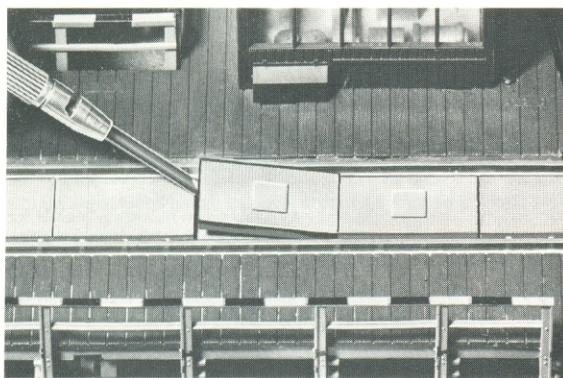

Fig. 11
**Oiling the motor:** To oil the drive motor both lattice cover plates must be removed from the machine house with a screwdriver (Fig. 11). Just one drop of oil should be put through the holes to lubricate the points as shown. Only use **FLEISCHMANN**-oil 6599. An applicator needle is located in the cap of the oil bottle for your use (Fig. 12).
**Graissage du moteur:** Pour huiler les coussinets du moteur, il faut soulever au moyen d'un petit tournevis les deux plaques striées se trouvant devant la cabine (fig. 11). On peut alors laisser couler une petite goutte d'huile aux endroits indiqués. N'utilisez que l'huile recommandée **FLEISCHMANN 6599**. L'aiguille montée dans le bouchon du petit flacon convient parfaitement à cet usage (fig. 12).
**Het oliën van de motor:** Om de lagers van de aandrijfmotor te kunnen oliën, moeten de beide roosters van het machinehuis met een kleine schroevendraaier weggenomen worden (fig. 11). Door de gekenmerkte gaten moet één druppel olie op de gemerkte lagers worden toegevoegd. Alleen **FLEISCHMANN**-olie **6599** gebruiken. Voor een juiste dosering het spuitje gebruiken dat wordt bijgeleverd in het olieflesjes (fig. 12).
**Smörjning av motorn:** För att kunna smörja motorns lager, måste de båda gallerplattorna framför maskinhuset lyftas av med en liten skruvmejsel (fig. 11). Genom hålen ges 1 drope olja på de visade lagren. Använd nälen, som är fäst i locket till oljeflasken för dosering (fig. 12).
**Lubrificazione del motore:** Per oliare il motore occorre togliere le due piastrine a griglia della cabina svitandone le viti di fissaggio (fig. 11). Lubrificare solo nei punti indicati, è sufficiente una sola goccia d'olio (non alimentare) per ogni punto da lubrificare. Utilizzare solo olio **FLEISCHMANN 6599**. Per il dosaggio utilizzare l'ago di cui è provvisto il tappo di chiusura del flacone dell'olio (fig. 12).